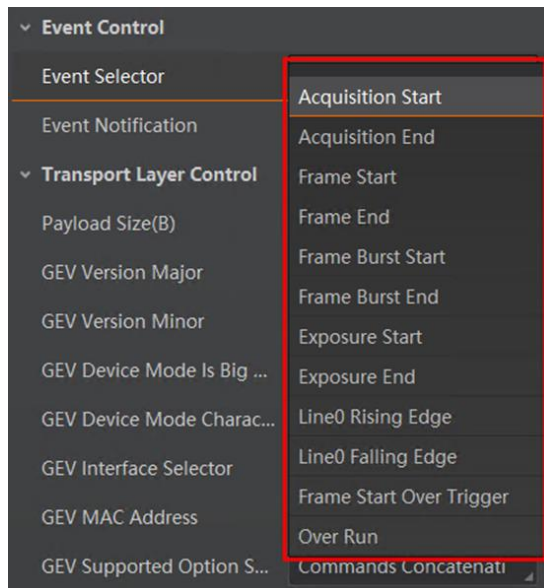

图12-19 选择需要查看的事件
1. 在属性 *Event Control* 下，参数 *Event Selector* 处下拉选择需要查看的事件，如 图12-19所示。